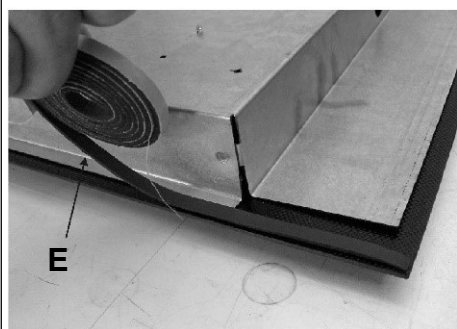

FIG. 9
- Il faut installer la plaque de cuisson dans l'orifice, coupée dans le meuble, et la bloquer avec les vis « F » des crochets de fixation « G » (voir la fig. 9).